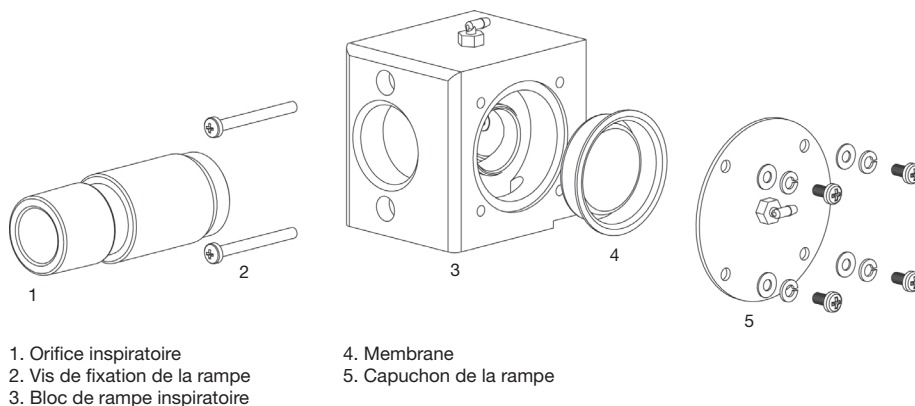

Figure 6-9 Bloc de rampe inspiratoire
3. Ôtez le capuchon de la rampe en retirant les quatre vis pour découvrir la membrane. Manipulez avec soin. Voir la Figure 6-9.